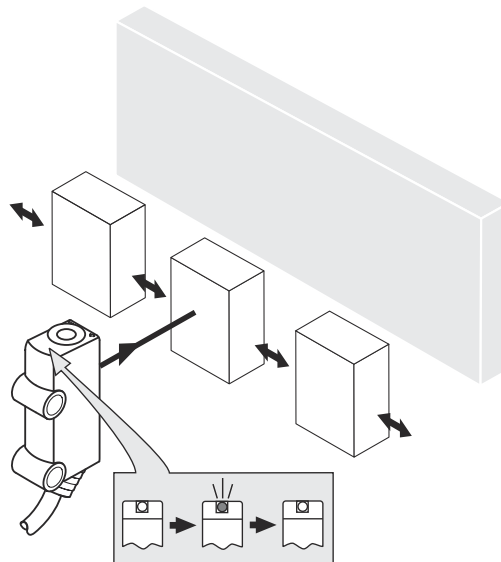

Abbildung 4: Vorzugsrichtung
4. Vorzugsrichtung des Objektes zum Sensor beachten. siehe Abbildung 4, Seite 10